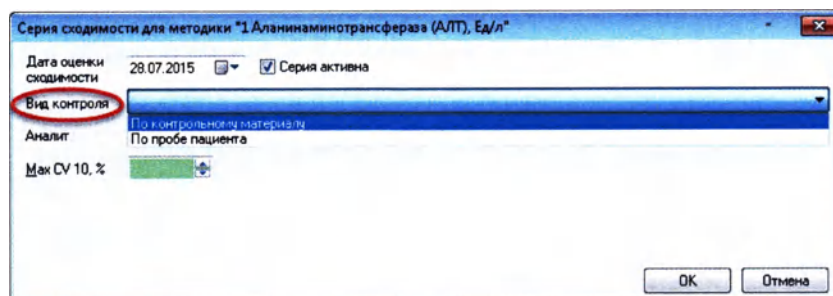

Рисунок 12.8
5. В открывшемся окне из выпадающего списка выберите «Вид контроля» (Рисунок 12.8):